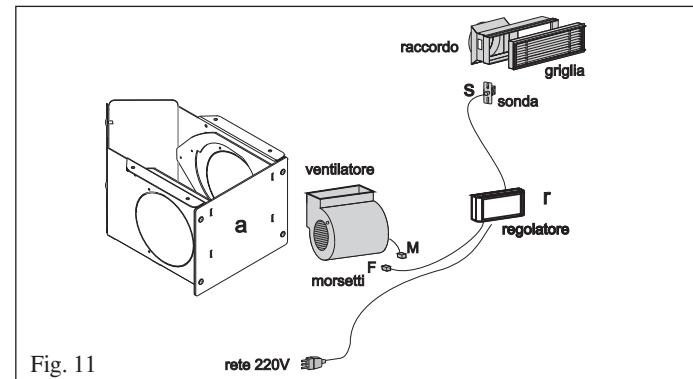
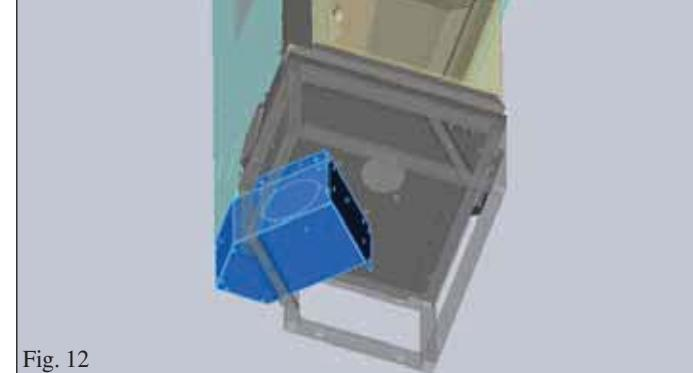

Fig. 11
Fig. 12
- La scatola aria deve essere posizionata sotto la base del caminetto in prossimità dell'angolo cieco dello stesso, fissata mediante 4 viti in dotazione (fig. 12).
- Togliere il frontalino rimuovendo le 4 viti (a - fig. 11)
- Collegare i due connettori M e F (fig. 11) facendo passare il cavo dall'apertura destra o sinistra sul fianco della scatola aria.
- Dal regolatore (r - fig. 11) stendere il cavo di alimentazione fino alla presa di corrente
- Il cavo con la sonda (s - fig. 11) va invece portato fino ad una delle bocchette (b - fig. 12) di uscita dell'aria calda normalmente poste sulla controcappa.